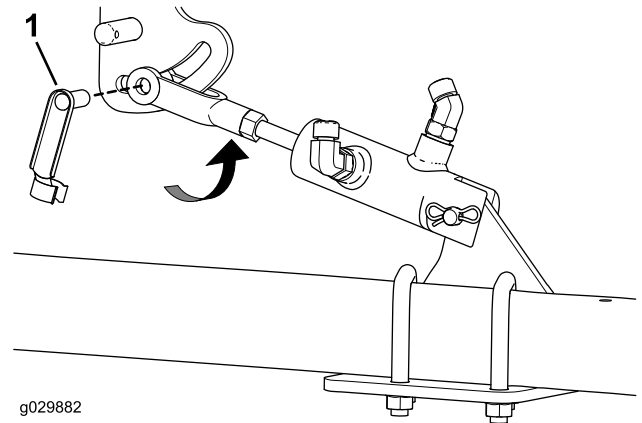

Figure 9
- Insérez l'axe de chape élastique dans la bielle à chape et tournez-la en position verrouillée (Figure 9).